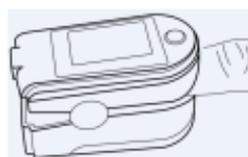

Figura 5 Colocar el dedo en posición
-  El dedo debe colocarse correctamente (véase la figura 5 adjunta), ya que una instalación incorrecta o una posición de contacto inadecuada para el sensor influirá en la medición.
- b) Abra la sonda como se muestra en la Figura 5.
- B. El dedo debe estar en una posición adecuada (véase la ilustración adjunta de la Figura 5 como referencia), o de lo contrario puede resultar en una medición inexacta.